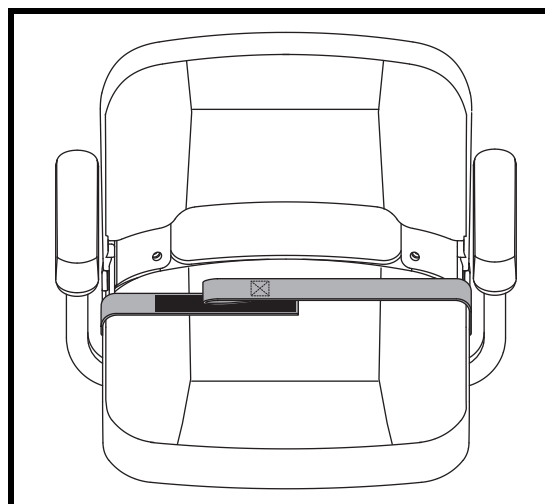

Figure 23. Ceinture de positionnement - Crochet réutilisable et boucle de fixation
1. Alignez les deux côtés de la ceinture en plaçant les deux bouts directement au-dessus du côté de l'attache ("crochet") du côté opposé de la ceinture. Pressez fermement ensemble pour attacher. **Voir la figure 23.**